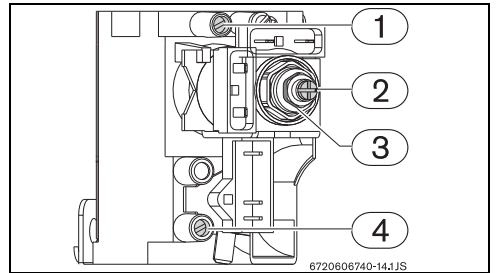

Fig. 19 Puntos de medición de presión
- ▶ Utilizando la tuerca de ajuste (Fig. 19, [3]) regule la presión hasta alcanzar los valores indicados en la tabla 14.
- ▶ Utilizando el tornillo de ajuste (Fig 19, [2]) regule la presión hasta alcanzar los valores indicados en la tabla 14.